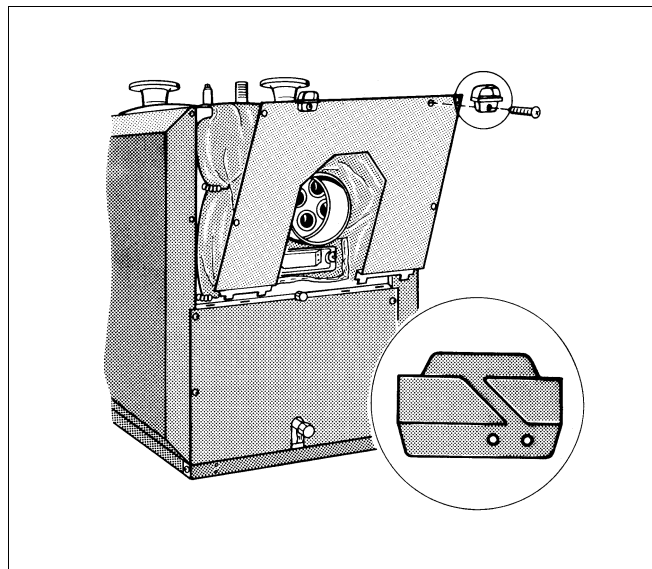

Fig. 13 Montajul peretelui spate sus.
- Introduceți peretele din spate sus cu 4 eclise în fantele peretelui din spate jos, așezați-l pe muchia pereților laterali din dreapta și din stânga și înșurubați-o cu 4 șuruburi de tablă (fig. 13).
- Suportii de cablu vor fi înșurubați în dreapta și în stânga cu câte un șurub de tablă de peretele din spate sus (fig. 13).